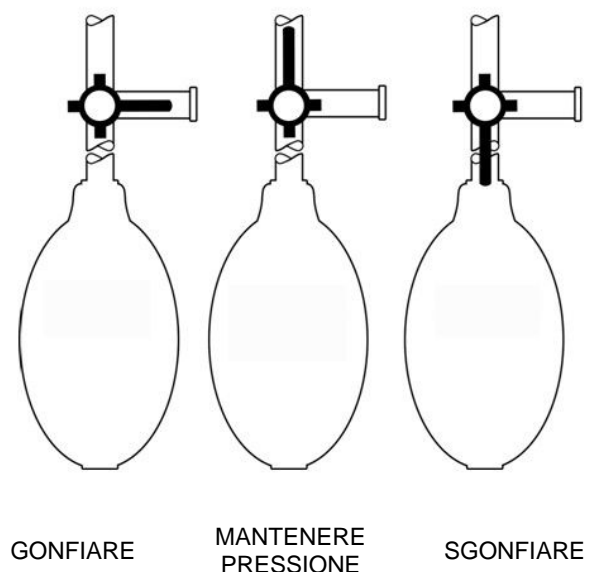

Figura 2: Posizioni della maniglia della valvola dell'aria/del rubinetto
- 2- Appendere il bracciale per infusione a pressione all'asta portaflebo tramite l'occhiello (1) situato nella parte superiore del bracciale.
- 4- Appendere la sacca per liquidi IV al manicotto per infusione inserendo la striscia di gancio in velcro (2) attraverso l'apertura superiore della sacca per liquidi e fissandola all'anello circolare in velcro (3). Guidare il tubo direttamente verso il basso.
- 5- Ruotare la maniglia della valvola dell'aria/rubinetto (6) verso destra verso lo sfianto del rubinetto aperto (vedere Figura 2).
- 6- Gonfiare la bracciale di infusione pompando il bulbo di gonfiaggio (5) fino a quando il manometro del pistone raggiunge la pressione corretta (300 mmHg) indicata nella porzione verde del manometro. Controllare la pressione dal manometro (manometro del pistone) (4). I bracciali monouso per infusione a pressione sono dotati di una valvola limitatrice di pressione da 325 mmHg che impedisce un gonfiaggio eccessivo. Una volta raggiunti i 325 mmHg, il manometro indicherà il colore rosso insieme alla parola "attenzione" e la pressione inizierà a essere rilasciata dalla valvola finché la pressione non scenderà al di sotto di 325 mmHg.